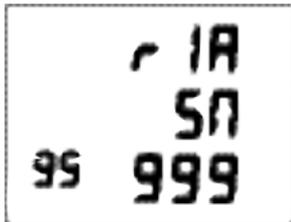

Fig. 42 - Numéro de série
- Appuyer sur le bouton S (côté) pendant 12 secondes en affichage principal surface NOR ou GAU mène à l'écran du numéro de série du DataMask (Fig. 42):